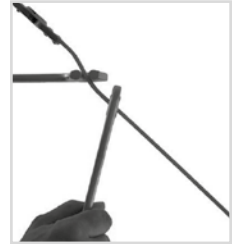

Fig. 7
- Para evitar muescas, es imprescindible usar grifas con mordazas redondas al doblar la barra de sistema/la barra de anclaje de sistema (fig. 7). Tanto grifas con mordazas cuadradas como grifas con mordazas esconzadas llevan fácilmente a una rotura de la barra de sistema/la barra de anclaje de sistema.